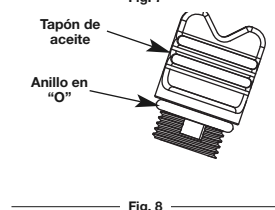

Fig. 8
- Saque el tapón de aceite del cigüeñal (Fig. 8).
- Vierta todo el contenido de la botella de aceite en el cigüeñal (Fig. 8).